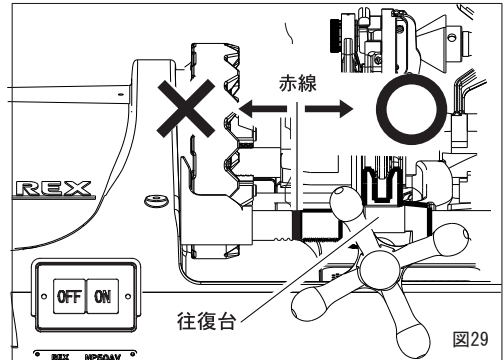

図29
- ・受けパイプの赤線が往復台でかくれた位置からねじ切りを開始すると、ねじが切れ上がるまでに往復台が主軸台に当り、事故や破損の原因となります。（図29）
受けパイプの赤線が往復台でかくれた位置からねじ切りを開始すると、ねじが切れ上がるまでに往復台が主軸台に当り、事故や破損の原因となります。(P. 16 図 29)
受けパイプの赤線が往復台でかくれた位置からねじ切りを開始すると、ねじが切れ上がるまでに往復台が主軸台に当り、事故や破損の原因となります。(P.16 図29)